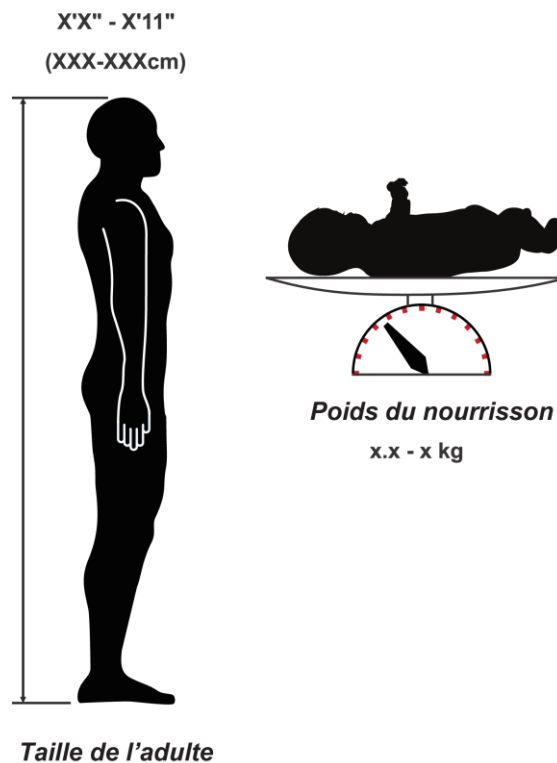

Figure 9 : Mesures
- La taille du patient ou le poids du nourrisson (voir Figure 9 : Mesures)